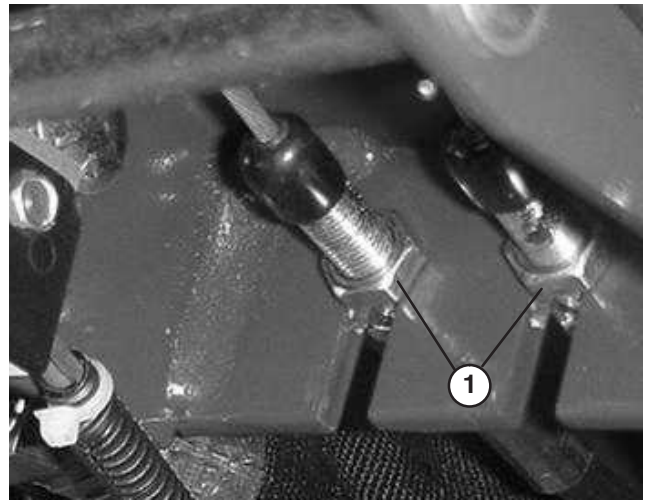

Bild 69
1. Lockern Sie zum Reduzieren des Spiels der Pedale zum Richtungswechsel (Anziehen der Bremsen) die vordere Mutter am Gewindeende des Bremszugs (Bild 69). Ziehen Sie dann die hintere Mutter fest, um den Zug nach hinten zu bewegen, bis die Pedale ein Spiel zwischen 13 und 25 mm aufweisen. Ziehen Sie die vordere Mutter fest, wenn die Bremsen einwandfrei eingestellt sind.